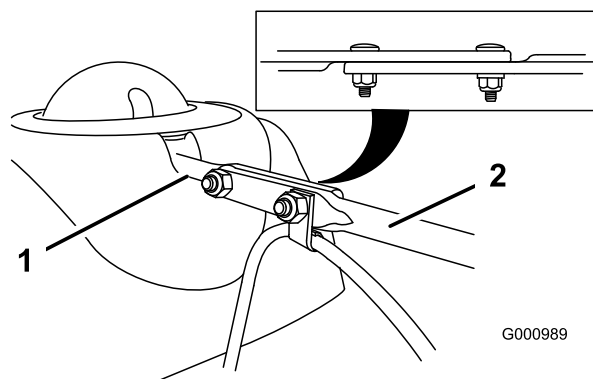

Figura 9
3. Aliniați capătul posterior plat al tijei lungi de control cu capătul frontal plat al tijei scurte care se extinde din panoul de comandă astfel încât acestea să fie poziționate împreună (Figura 9).